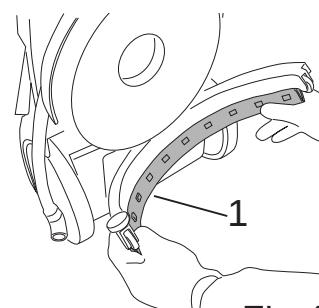

Fig.43
- Dra i bladen för att avlägsna enheten (bild 43-ref.1).